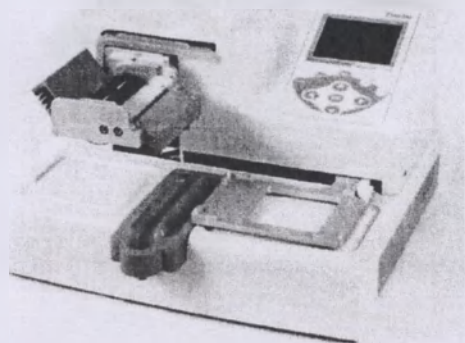

Рисунок 4-16. Снятие приспособления для защиты наконечников с кассеты для диспенсирования
7. В случае использования кассет с трубками малого диаметра снимите приспособление для защиты наконечников с кассеты для диспенсирования сразу после установки кассеты (рисунок 4-16).